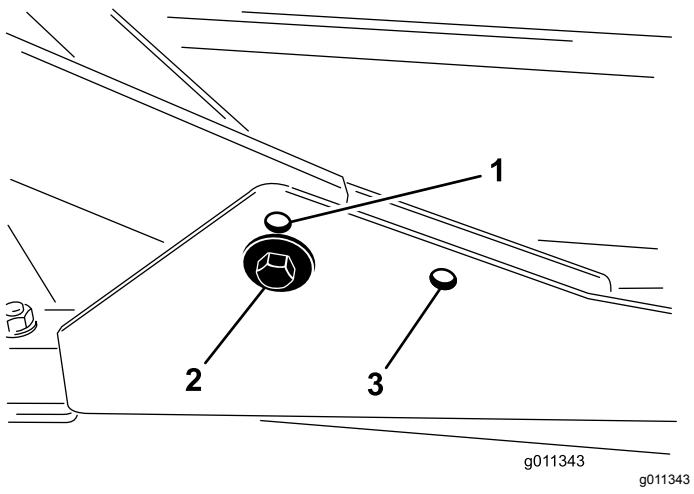

Bild 7
- Befestigen Sie die vorderen Trägerrahmen für Schnithöhen von 2,0 cm bis 7,6 cm in den unteren vorderen Befestigungslöchern (**Bild 7**).
- Befestigen Sie die vorderen Trägerrahmen für Schnithöhen von 6,3 cm bis 10 cm in den unteren vorderen Befestigungslöchern (Bild 7).
Befestigen Sie das Heckmähwerk für alle Schnithöhen in den hinteren Befestigungslöchern (Bild 7).